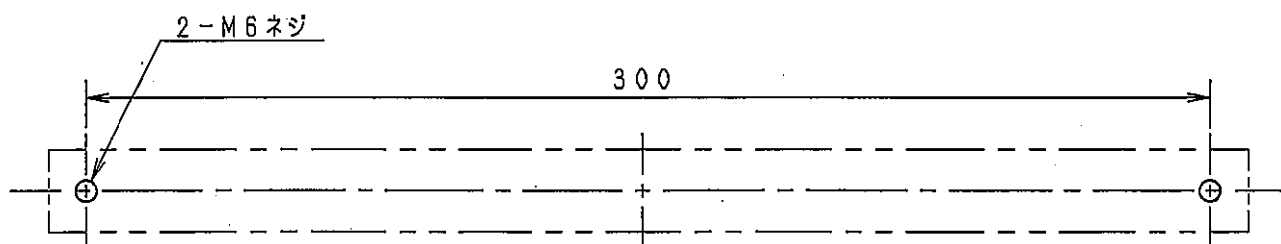

図 1 本体取付穴寸法図
- (1) 階段型パーホルダー本体の取付は、ベースに2-M6のネジ加工を施した後付属のネジM6×20、平座金φ6、パネ座金φ6で締つけて下さい。(図1参照)